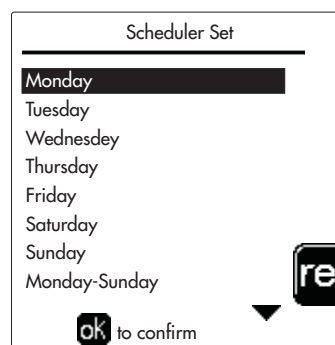

fig. 27
-  Pentru a readuce programarea orarului la valorile din fabricație, apăsați tasta **contextuală 3** din meniul **Program orar** (fig. 27) și confirmați cu **OK**.